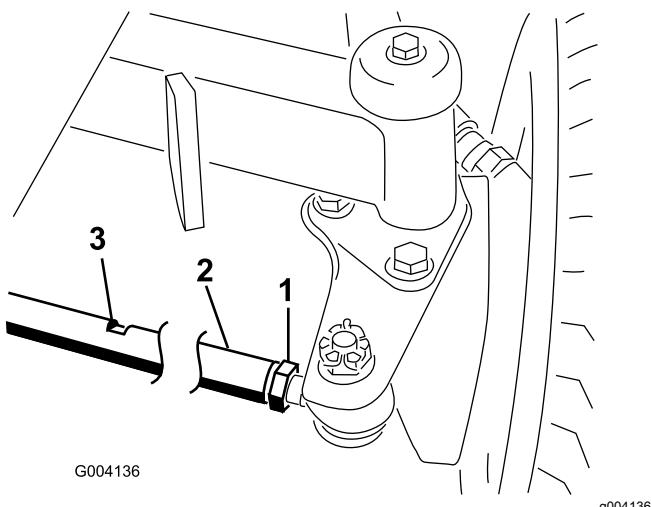

Figura 77
2. Afloje las contratuercas de ambos extremos del tirante (Figura 77).